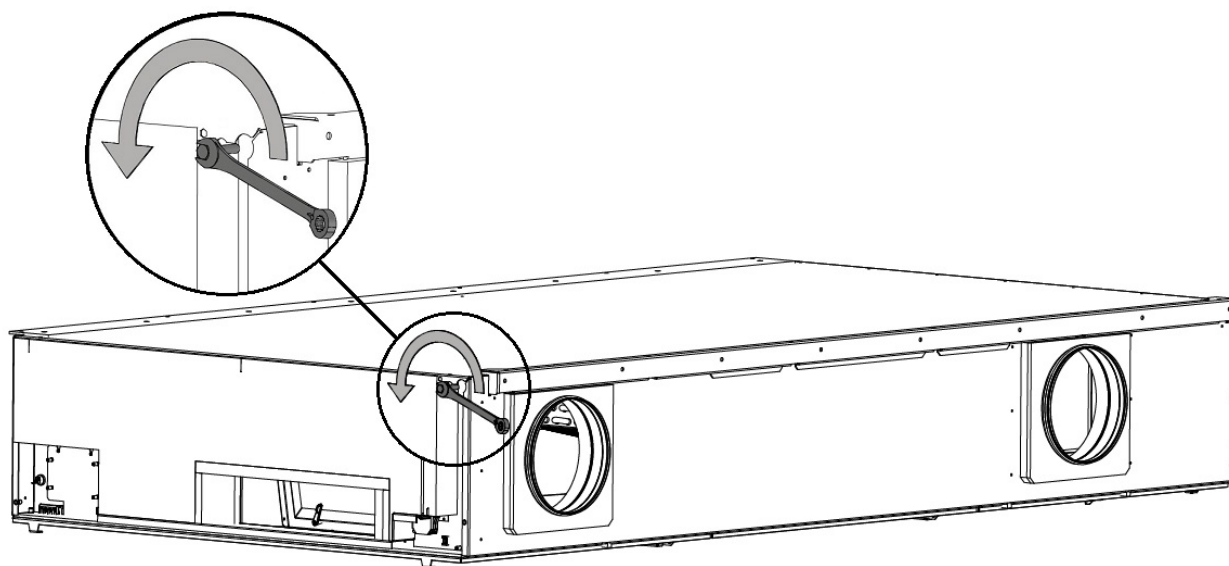

Figur 5: Afmonter højre sideplade
2. Afmonter højre sideplade, se Figur 5. Anbring forsigtigt pladen på et beskyttende underlag for at undgå ridser på overfladen.